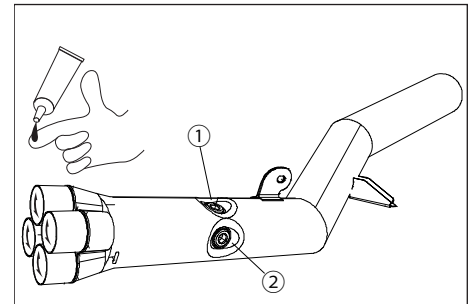

図.4
- ③ 図.4を参考にテールパイプ差込部の内側に付属品のシールボンドME30(構成部品12番)を薄く塗布します。
- ④ 図.4を参考にO2センサーを取り付けます。図.4の①に車体右側のO2センサーを、②に車体左側のO2センサーを取り付けて下さい。